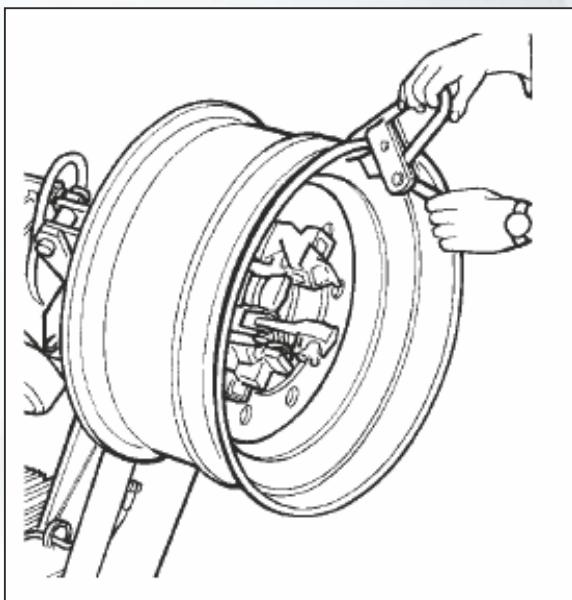

Рисунок 19
- 3) Прикрепите хомут к краю диска в его наивысшей точке (см. рис. 19).
3) Прикрепите на наивысшей точке на внешней кромке обода хомут (см. рис. 19).